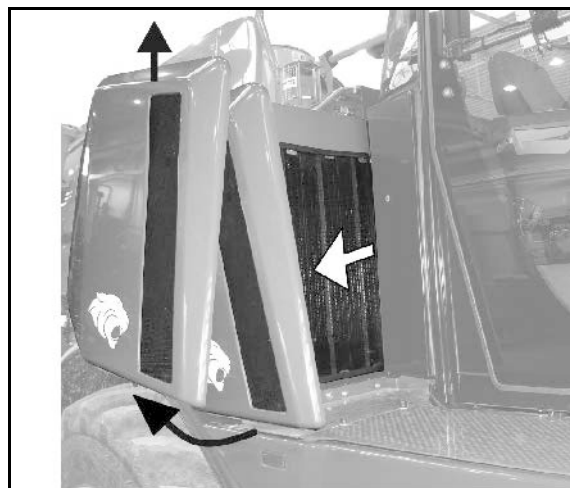

Fig. 168
1. Løsn vingemøtrikken på filteraddækningen (Fig. 168/1).
2. Tag filterafdækningen af og træk det yder filterelement (Fig. 168/2) ud.
6. Udskift det indvendige filterelement (Fig. 168/3) (må aldrig renses).
- o Løsn sekskantsmøtrikken (Fig. 168/4), og træk det indvendige filterelement ud.